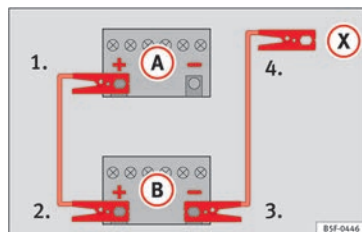

Fig. 163 Schema elettrico per i veicoli non dotati di sistema Start-Stop.
2. Collegare un'estremità del cavo di emergenza **rosso** al polo positivo **+** del veicolo con la batteria scarica **A** » **fig. 163**.
4. **Nei veicoli senza sistema Start-Stop:** collegare un'estremità del cavo **nero** di emergenza al polo negativo **-** del veicolo che eroga la corrente **B** » **fig. 163**.